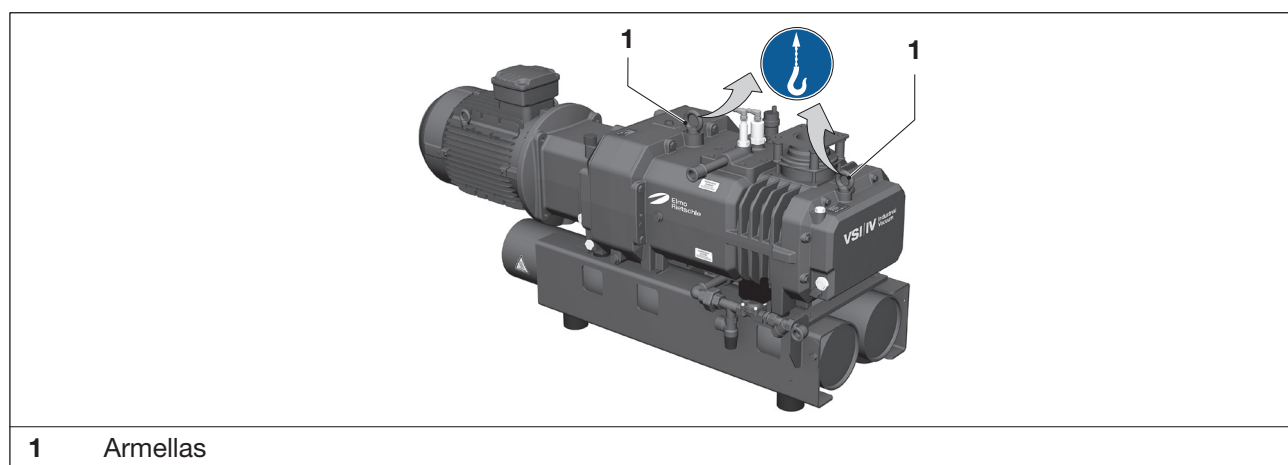

Fig. 1 Equipo de suspensión para la elevación y el transporte
- b) Apriete las argollas (Fig. 1/1).